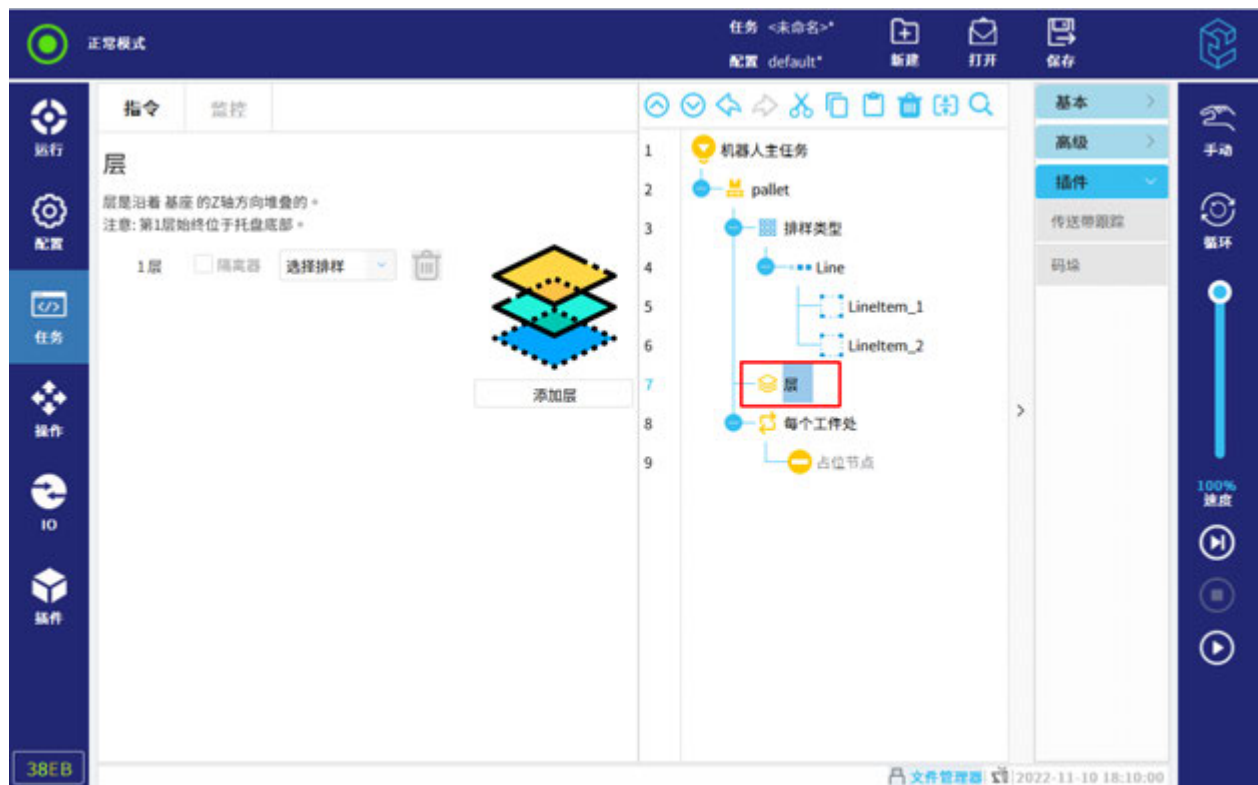

图 12-31 レイヤー設定
4. タスクツリーの「レイヤー」ノードをクリックする、さらに「レイヤー追加」をクリックして、積み重ねのレイヤー数及び各レイヤーのパターン、及び隔離レイヤーがあるかを図 12-31 に示すように設定する。